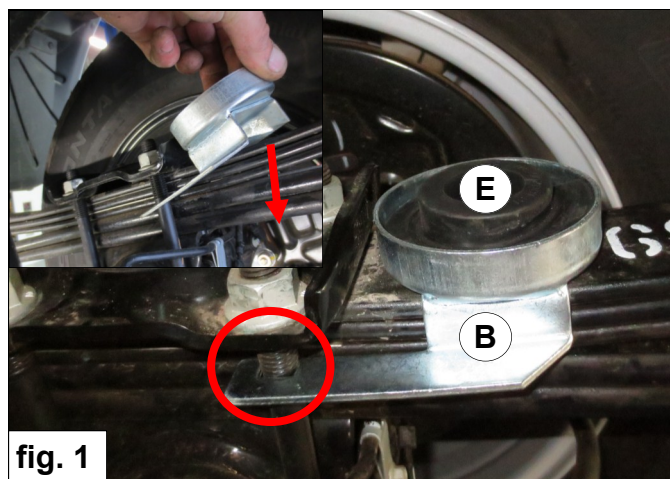

fig. 1
2. Montieren Sie die untere Halterung **B** mit eine Kippbewegung an der Blattfeder hinter der Hinterachse. Beachten Sie, dass die Halterung **B** genau auf die U-Bolzen festklemmt. Setzen Sie die Gummifeder **E** (VR9002001) in die untere Halterung **B**. Siehe Abbildung 1.